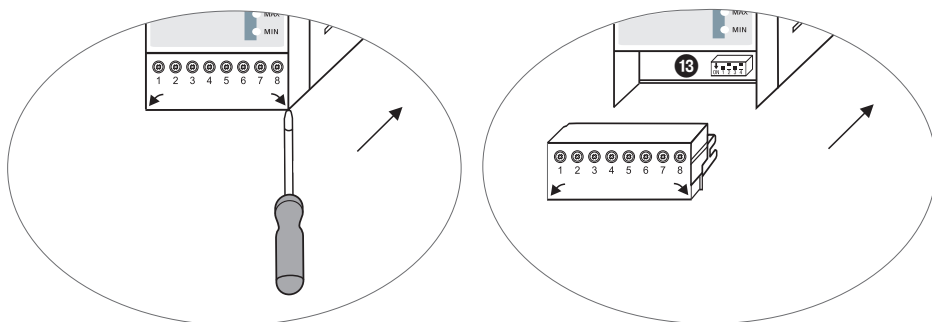

Fig. 5
- Retirer le bornier **inférieur**. **Fig. 5**